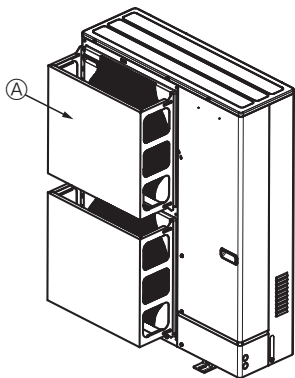

Fig. 2-4
- ② Montera en luftskyddsledare om enheten är installerad på en plats där starka vindar från en tyfon eller liknande kan komma in direkt i luftutblåset. (Fig. 2-4)